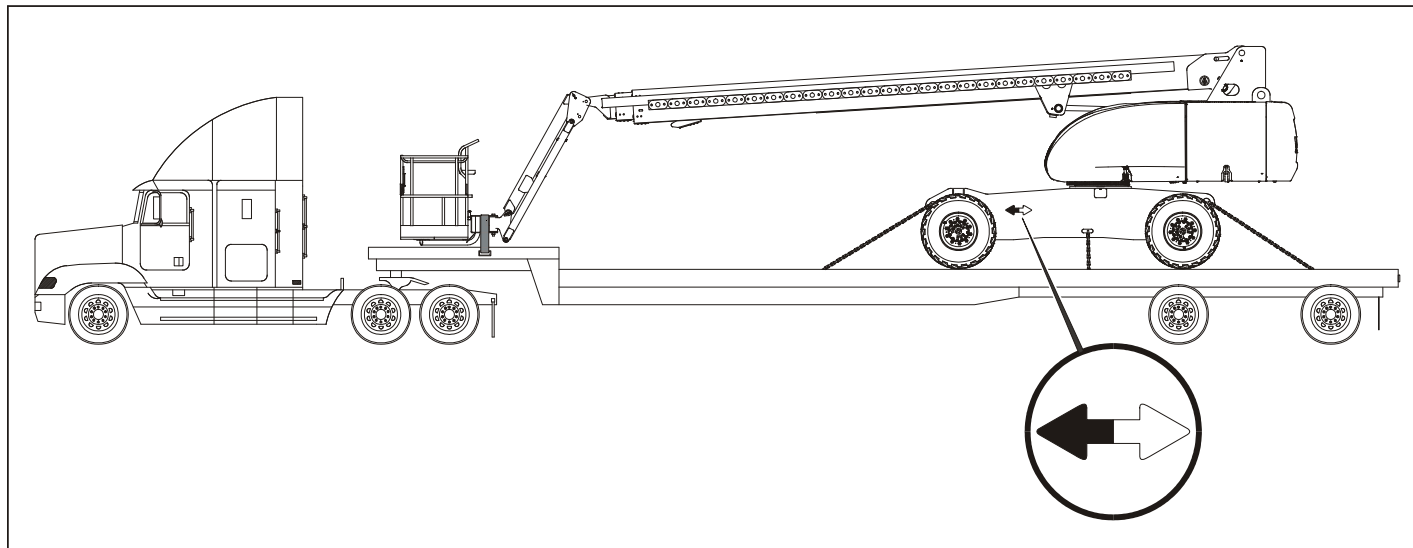

Fig. 4-7. Typisk transport av 800S/810SJ/860SJ
- c. Kör upp på släpvagnen med bommen och plattformen riktade mot lastbilen. Se Fig. 4-7., Typisk transport av 800S/810SJ/860SJ.